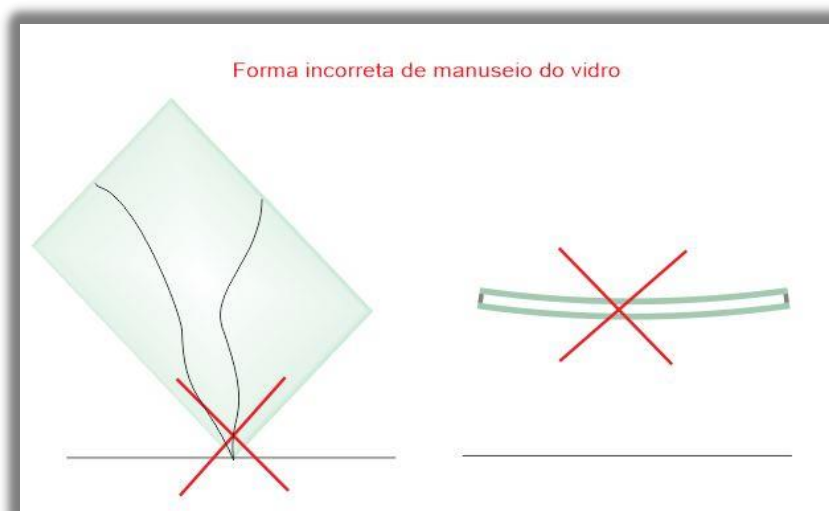

Figura 6 - Movimentando o vidro
- Eles não podem ser apoiados apenas em um canto ou carregados na horizontal conforme figura 6.